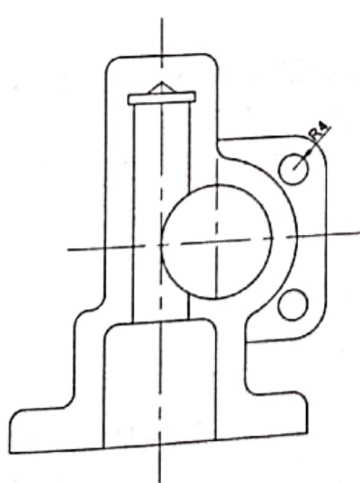

图 5-115 绘制圆
▶Step17 执行“圆”命令，捕捉圆心绘制半径为 4mm 的圆，如图 5-115 所示。